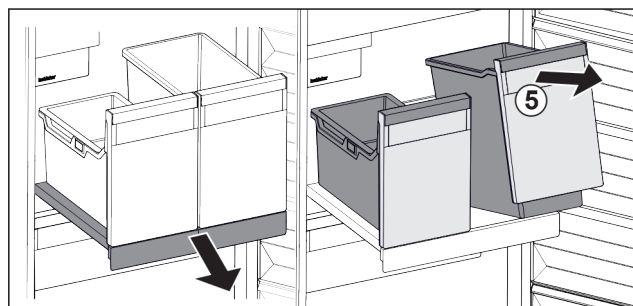

Fig. 123
- Sollevare il contenitore Fig. 123 (5) dal lato anteriore.